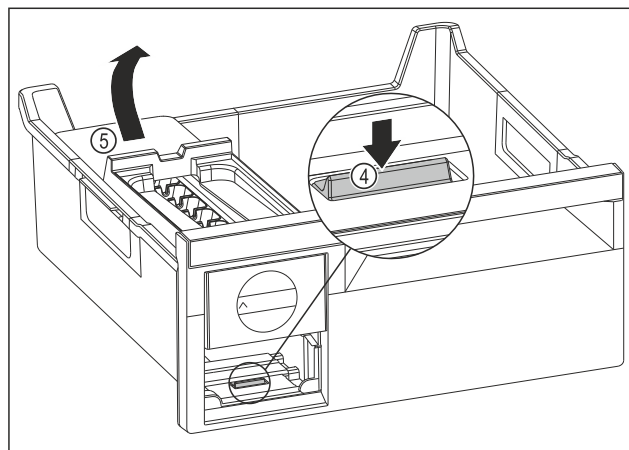

Fig. 131
- ▶ Estrarre il corpo dell'EasyTwist-Ice: Con un dito spingere la linguetta Fig. 131 (4) verso il basso e allo stesso tempo, con l'altra mano, sollevare il corpo dell' EasyTwist-Ice Fig. 131 (5) da dietro.